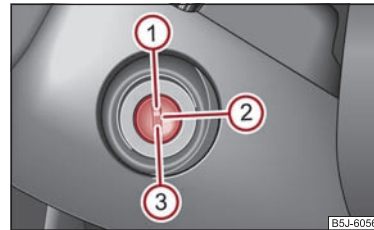

Abb. 91 Zündschlossstellungen
- Den Motor schalten Sie durch Drehen des Zündschlüssels in Stellung aus ⇒ Seite 86, Abb. 91.